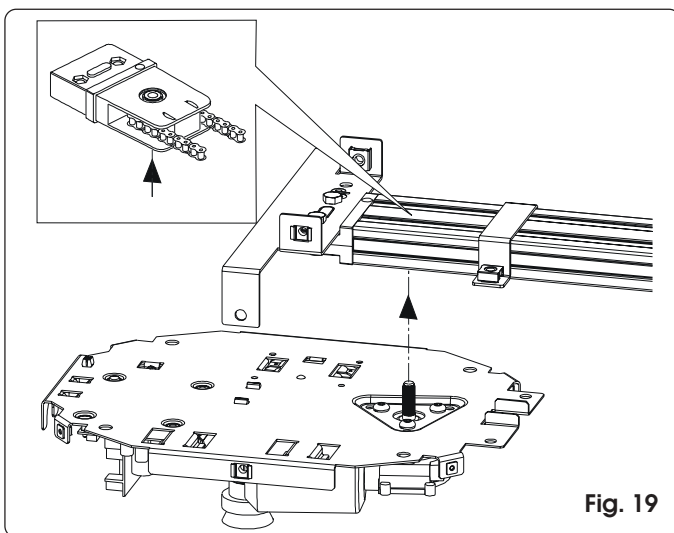

Fig. 19
- 3) Introducir el mando del motorreductor en el enganche trasero de la guía de deslizamiento (fig. 19).